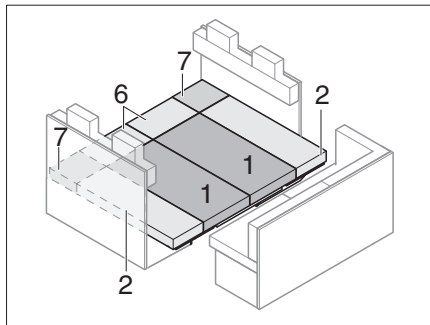

Bild 195 Efter ombyggnaden
- Lägg på sits-, ryggstöds- och extradynorna som visas på Bild 195.